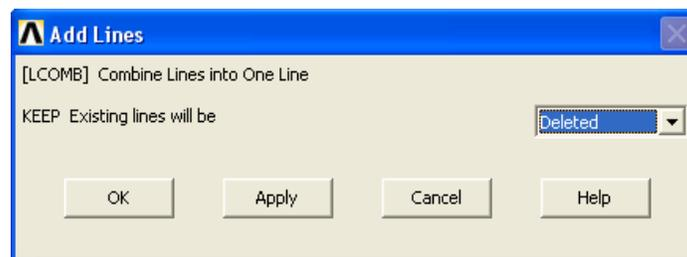

Рисунок 38. Окно Add Lines
- В появившемся окне **Add Lines** (Рисунок 38) необходимо подтвердить, что старые линии будут удалены, т.е. выбрать пункт **Deleted** раскрывающегося списка **KEEP Existing lines will be**.